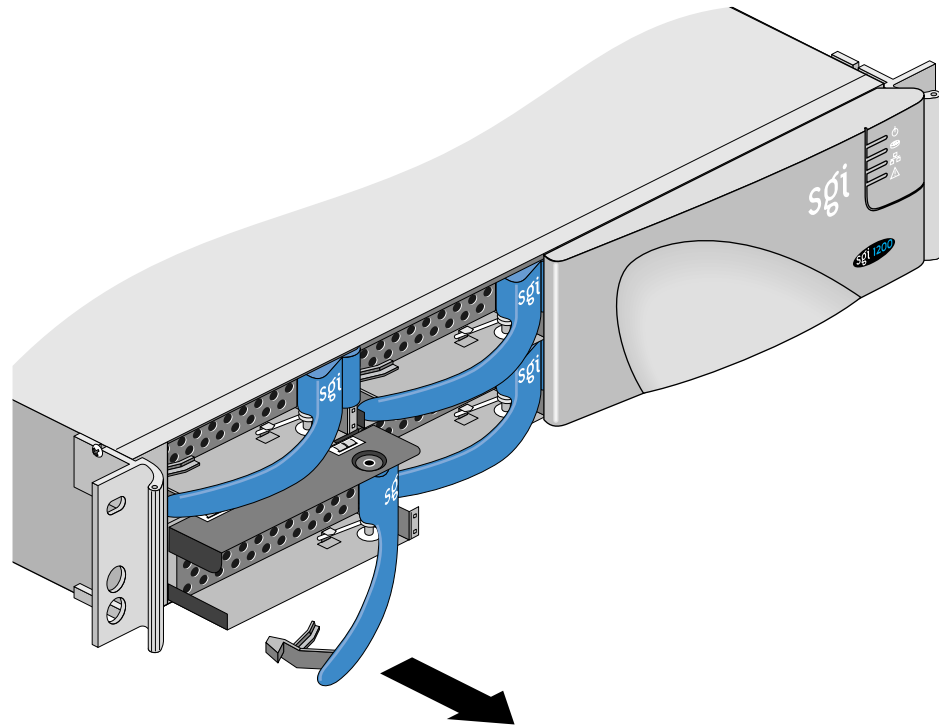

Figure 4-4 Retrait d'un disque dur
3. Faites glisser le disque dur vers l'extérieur (reportez-vous à la Figure 4-4).